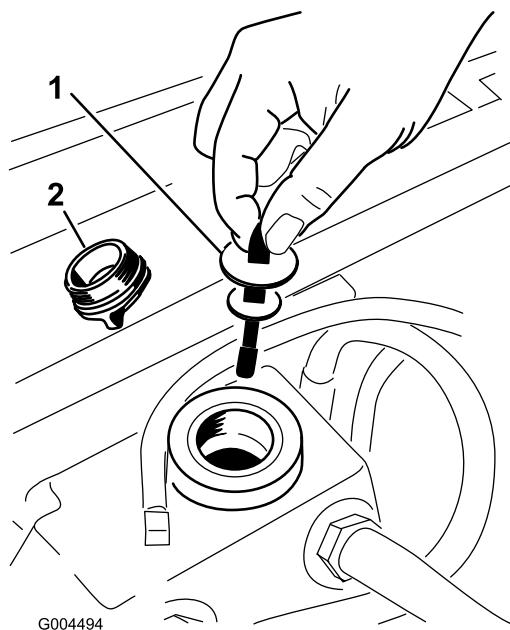

Figura 70
3. Retire el tapón de llenado de aceite hidráulico (Figura 70) del cuello de llenado.
- 4. Retire la varilla y límpielas con un paño limpio (Figura 70).
- 5. Introduzca la varilla en el cuello de llenado; luego retírela y verifique el nivel del aceite (Figura 70). Si el nivel no está entre las muescas de la varilla, añada suficiente aceite hidráulico de alta calidad para que llegue a la zona de las muescas. **No llene demasiado.**